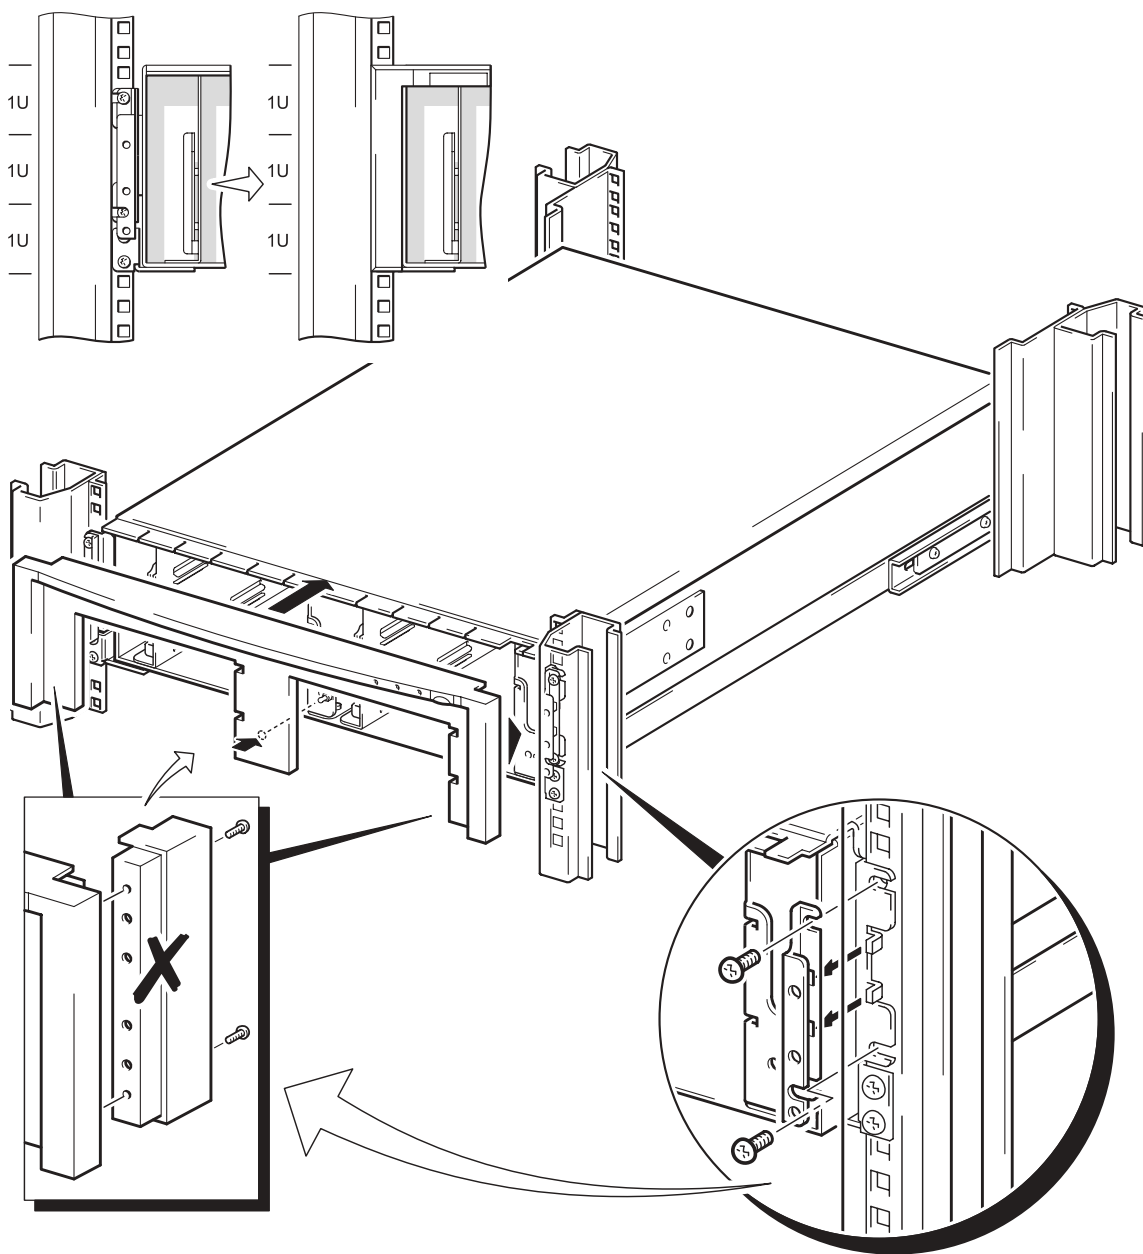

图 5b: 安装前部挡板（方孔剖面）
- 2 翻转一个挡板支架，使戳记字母正确定向且面朝前，并且凹槽朝外对着机架的侧面，如图 5b 所示。
该挡板支架的两个长方形孔悬挂在侧面安装支架的两个啮齿上，如图 5b 所示。